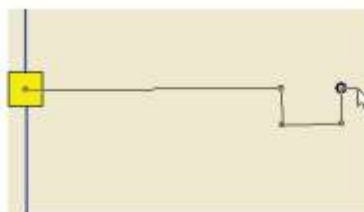

Рисунок 5.3. Изображение точек перелома
2. Щелкнуть левой кнопкой мыши для установки точки перелома и можно дальше продолжать ввод, смотрите Рисунок 5.3. «Изображение точек перелома».